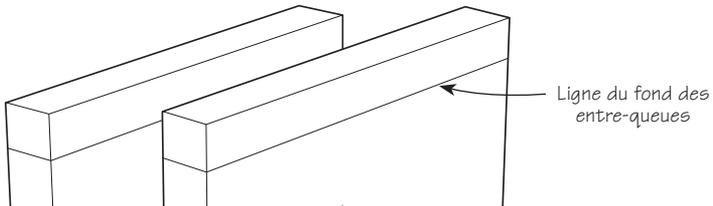

Figure 5 : Traçage de la ligne de la base des entre-queues sur les pièces.
3. Utiliser le trusquin pour tracer une ligne sur les faces et les chants de chaque pièce comme le démontre la **figure 5**.